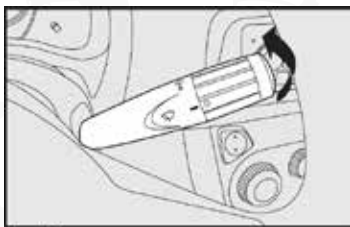

fig. 46
- 1- Funcionamiento intermitente/automático (con sensor de lluvia). Algunas versiones permiten cuatro tipos de intermitencia) de la más lenta a la más rápida) fig. 46.
Desplazando la palanca hacia el volante fig. 46 se acciona la bomba del líquido del lavaparabrisas.
Lavado inteligente del parabrisas - fig. 46